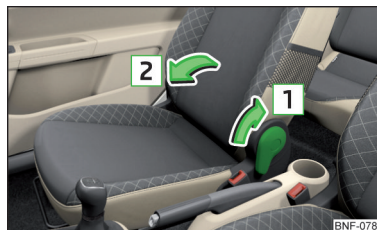

Fig. 53
- Træk armen i pilens retning **1**, og klap ryglænet fremad i pilens retning **2** for at **klappe det frem** » Fig. 53. Du skal kunne høre, at fastgørelsen går i hak.